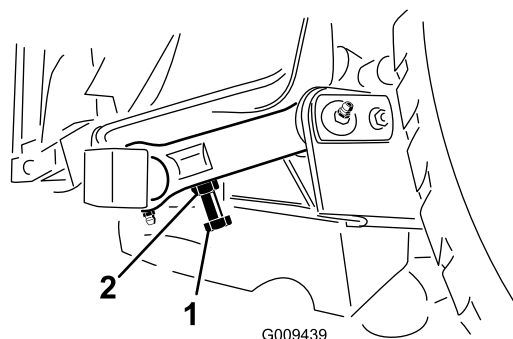

Figure 27
3. Pour ajuster la distance, localisez le boulon de réglage sur la biellette de pivot arrière du plateau de coupe (Figure 27).